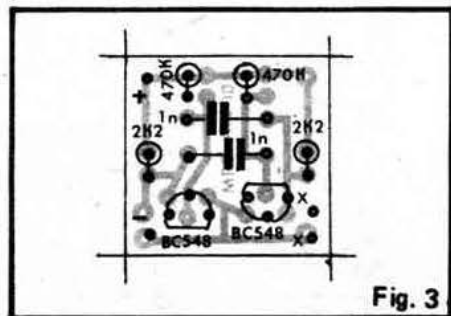

Fig. 3
- FIG. 3 - "Chapeado" da montagem, com a placa vista pelo lado não cobreado, tendo todos os componentes já posicionados. Observar a posição dos dois transistores (referenciadas pelos seus lados "chatos". Notar que (por razões de compactação) os quatro resistores devem ser montados "em pé". Os pontos "X-X" destinam-se à ligação da cápsula de cristal e os pontos "+ e -" serão usados para conexão da alimentação e pontas de prova (ver a próxima figura).